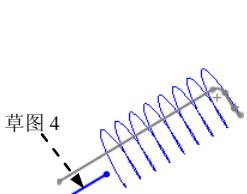

图 6.13.7 草图 4
Step4. 创建图 6.13.7 所示的草图 4。选取右视基准面为草图基准面，在草图绘制环境